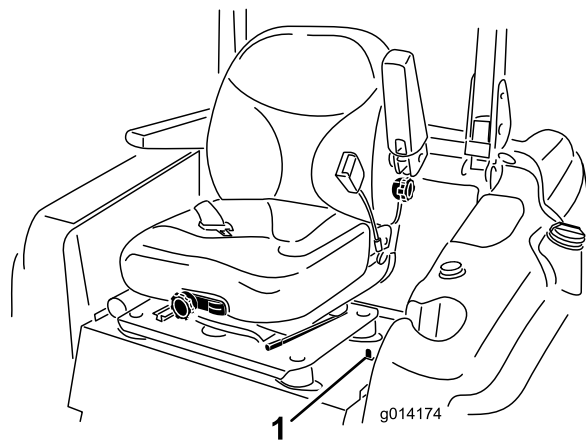

図 16
1. 運転席の左側に配置されている座席固定ラッチを後ろに倒すと、運転席全体を前に倒せるようになる(図 16)。